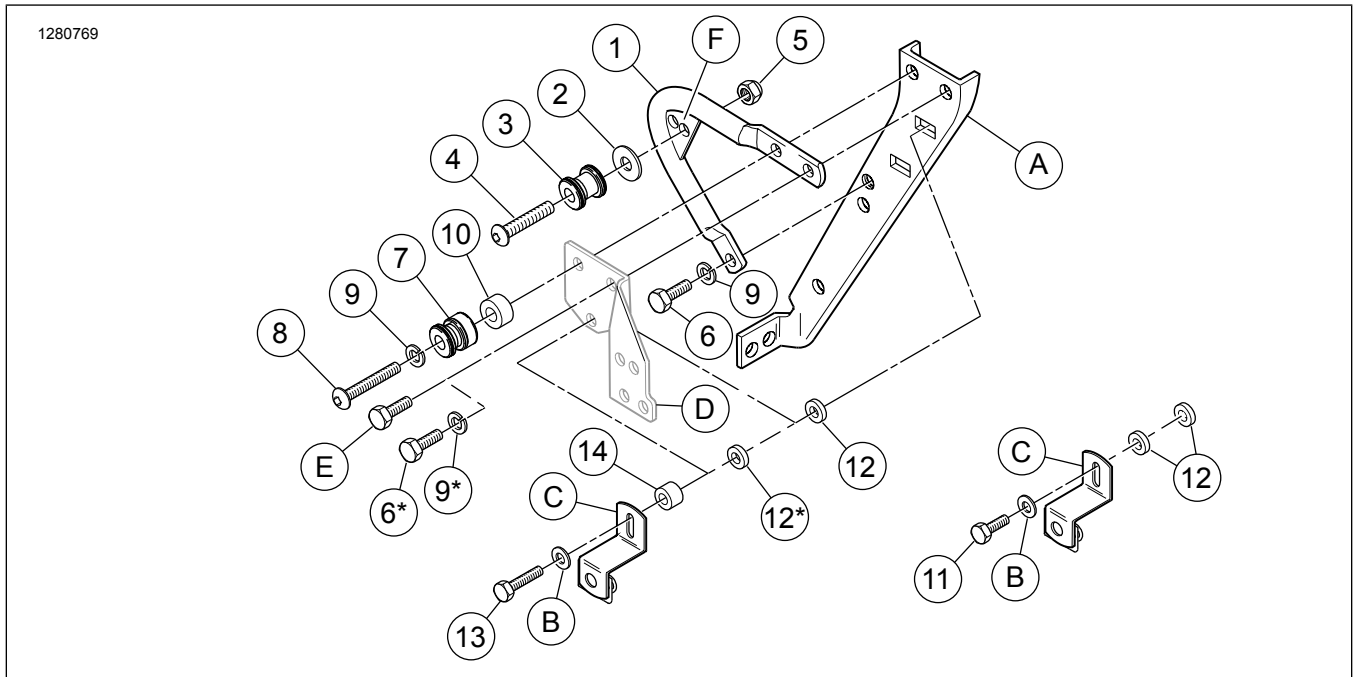

Figure 1. Contenu du kit : Kit d'ancrage arrière
Figure 1 indique l'emplacement des points d'ancrage pour le kit d'ancrage avant (53803-06) et le kit d'ancrage arrière (53804-06).
3. Consultez Figure 1 . Retirer les attaches OE dans les deux trous supérieurs du support de fixation de sacoche (A) d'un côté du véhicule. Les attaches de série se vissent dans les écrous à souder du support.
4. Retirer le support de fixation de sacoche (C). Conserver le support et la rondelle plate (B) pour l'installation du kit.
Consultez Figure 1 . Les supports de fixation de points d'ancrage arrière (1) sont spécifiques au côté. Les surfaces de fixation à chaque extrémité du tube sont décalées vers le garde-boue.
4. Si nécessaire, ajuster les supports de fixation (1) à la bonne largeur en appuyant doucement sur les supports, ou en les écartant, jusqu'à ce qu'ils soient correctement alignés sur l'accessoire.
5. Consultez Figure 1 . Installer le OE support de fixation de sacoche tel que décrit dans la section suivante.